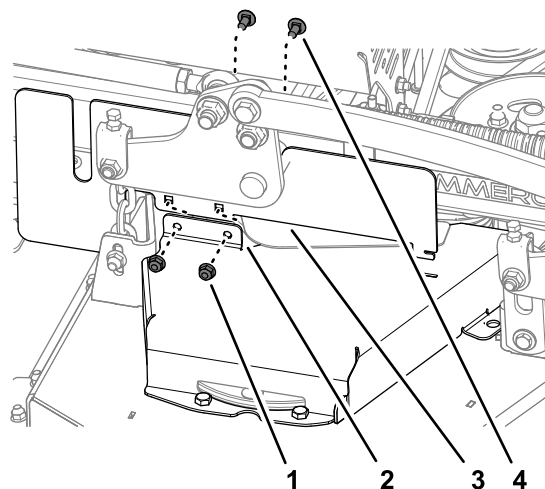

Bild 38
1. Entfernen Sie die beiden Schlosssschrauben und die beiden Sicherungsmuttern, mit denen die linke CE-Abdeckung an der rechten Riemenabdeckung befestigt ist (Bild 38).